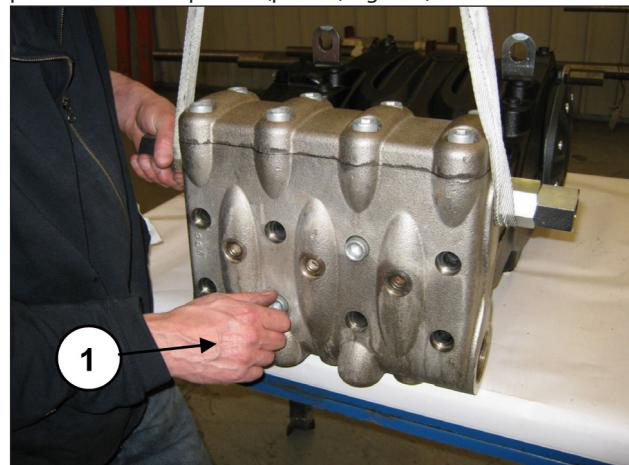

Fig. 105
Agora é possível retirar o cabeçote do carter, fornecendo o desaperto dos oito parafusos M16x180 (pos. ①, Fig. 105).